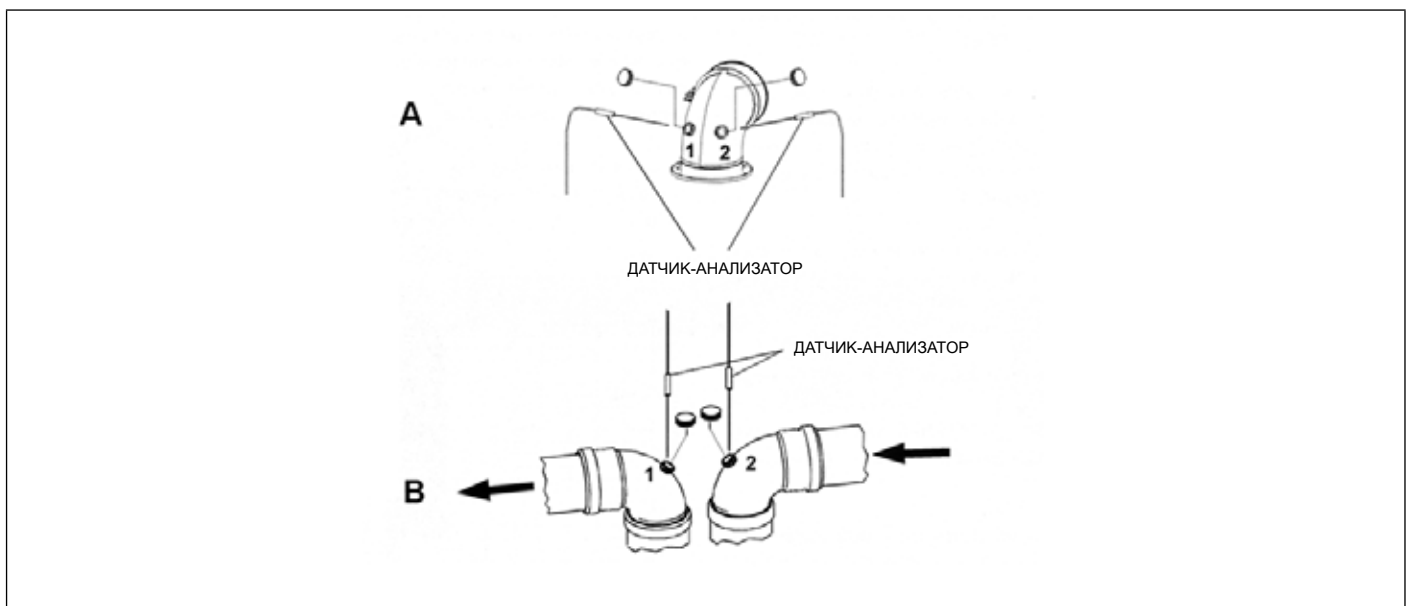

Рис. 22 Примеры мест для контроля дымовых газов
- измерить температуру воздуха для горения через отверстие 2 (смотри дет. **A** Рис. 22 Примеры мест для контроля дымовых газов).
- измерить температуру отходящих газов и содержание CO2 через отверстие 1 (смотри дет. **A** Рис. 22 Примеры мест для контроля дымовых газов).
- измерить температуру воздуха для горения через отверстие 2 (смотри дет. **B** Рис. 22 Примеры мест для контроля дымовых газов).
- измерить температуру отходящих газов и содержание CO2 через отверстие 1 (смотри дет. **B** Рис. 22 Примеры мест для контроля дымовых газов).